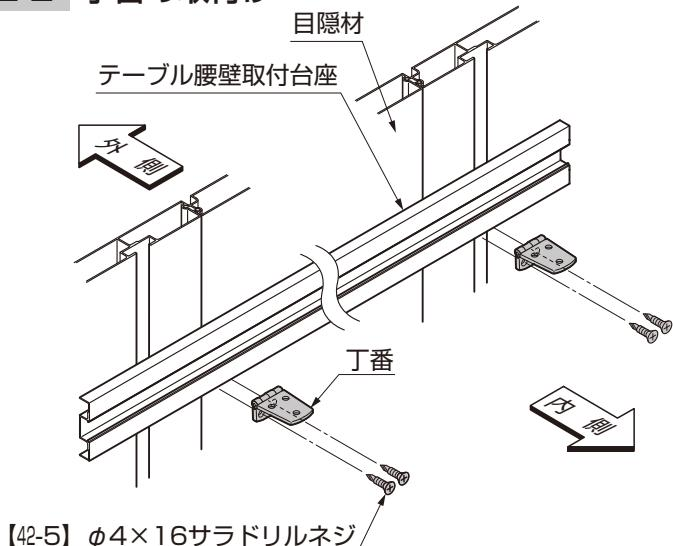

図2-2 丁番の取付け
①丁番を、テーブル腰壁取付台座の上のV溝(※1)に合わせて、【42-5】で取付けてください。(図2-2参照)